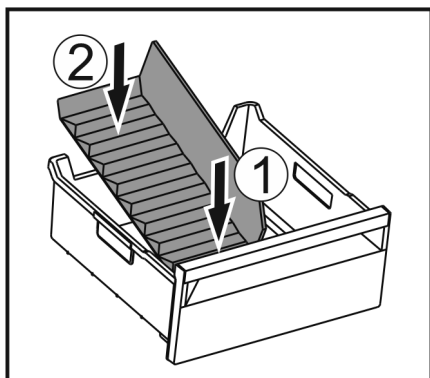

Fig. 196
- Umetnite prednji dio pregrade ladice za led. Fig. 196 (1)
- Spustite stražnji dio pregrade ladice za led do dna ladice. Fig. 196 (2)